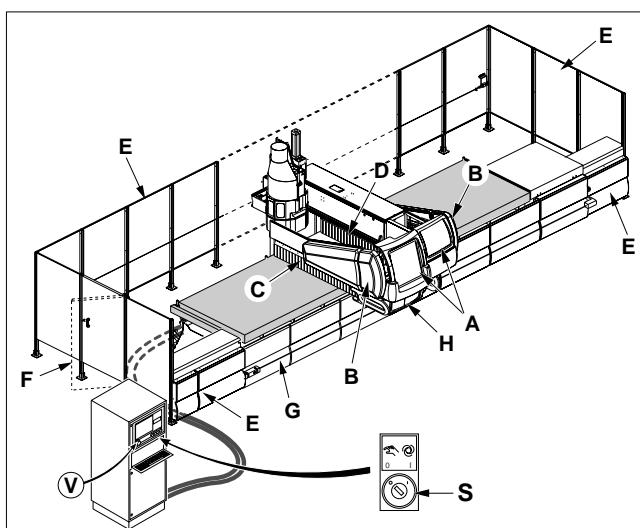

Fig. 2.1a
- Fune di emergenza "G" (Fig. 2.1a)
- Copertura totale "A" (fig. 2.1a) del carro mobile e dei gruppi operatori per il totale isolamento delle parti mobili lungo l'asse "Y".